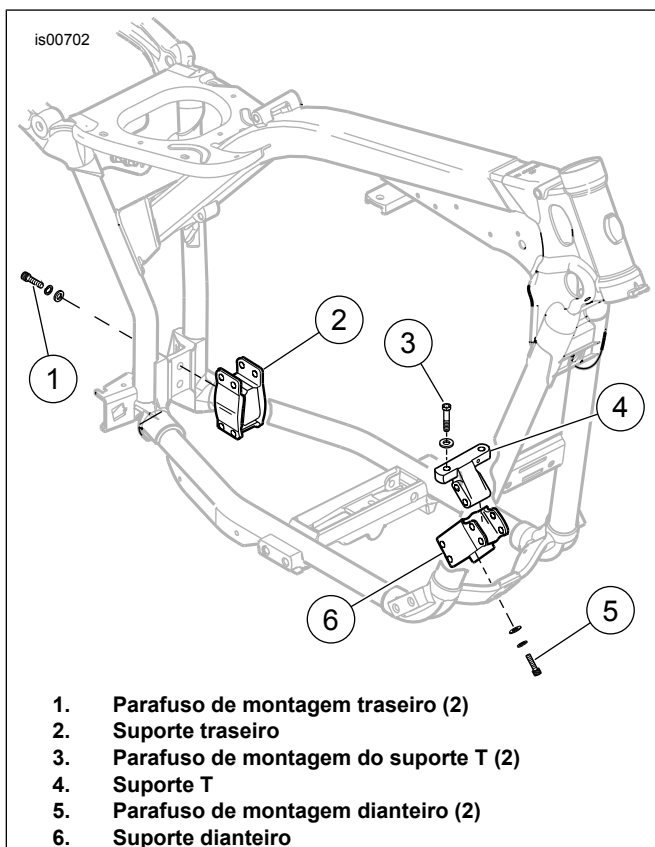

Figura 10. Alinhamento do veículo
2. Veja a Figura 10. Solte os dois parafusos de fixação frontais (5) e os dois traseiros (1).
6. Veja a Figura 10. Solte os dois parafusos (3) da parte de cima do suporte T (4).